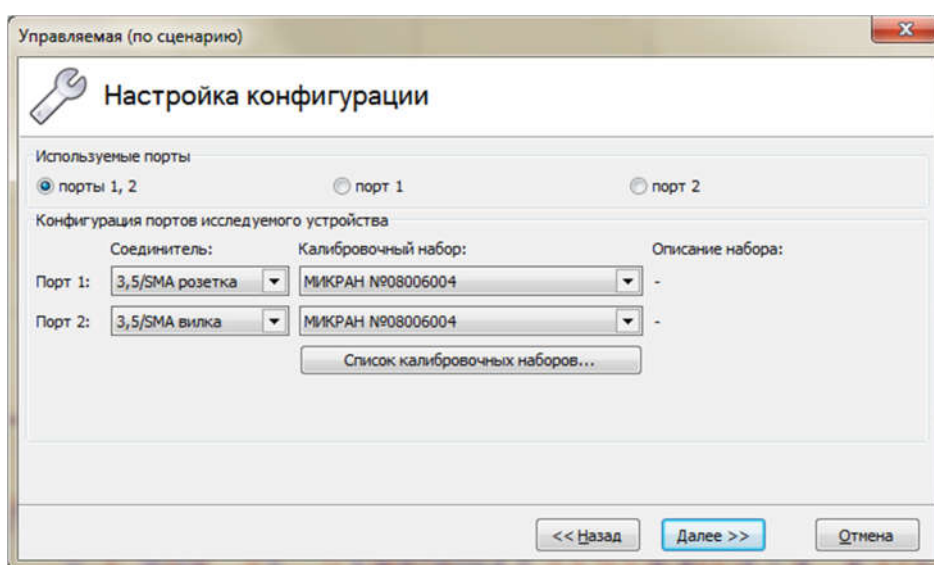

Рисунок 2.142 – шаг «Настройка конфигурации» для метода калибровки «Управляемая (по сценарию)»
2.3.3.8.1 После выбора метода калибровки «Управляемая (по сценарию)» либо «Пользовательская (в произвольном порядке)» осуществляется переход к шагу «Настройка конфигурации» (рисунок 2.142).
2.3.3.8.4 Поле со списком в группе «Калибровочный набор» (рисунок 2.142) позволяет выбрать набор для предстоящей калибровки.
- Выбрать подменю «Мастер калибровки» во вкладке «Калибровка» главного меню ПО. В появившемся окне «Мастер калибровки Р4М» выбрать метод калибровки³⁾. После нажатия кнопки «Далее» в окне настройки конфигурации выбрать радио-кнопку «порты 1, 2» (рисунок 2.142). При необходимости задать соединители ИУ и набор калибровочных мер и нажмите кнопку «Далее».
- Выбрать подменю «Мастер калибровки» вкладки «Калибровка» главного меню ПО. В появившемся окне «Мастер калибровки Р4М» выбрать метод калибровки²⁾. После нажатия кнопки «Далее» в окне настройки конфигурации (рисунок 2.142) выбрать радио-кнопку «порт 1» или «порт 2». При необходимости задать соединители ИУ, набор калибровочных мер и нажать кнопку «Далее».